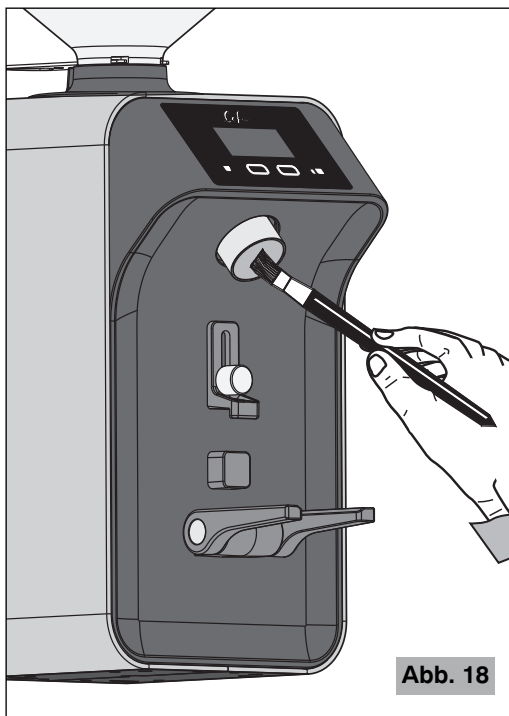

Abb. 18
- Für schwer zugängliche Bereiche eine Bürste oder Pinsel (Abb. 18) zur Reinigung benutzen und für die anderen Oberflächen ein trockenes Tuch.